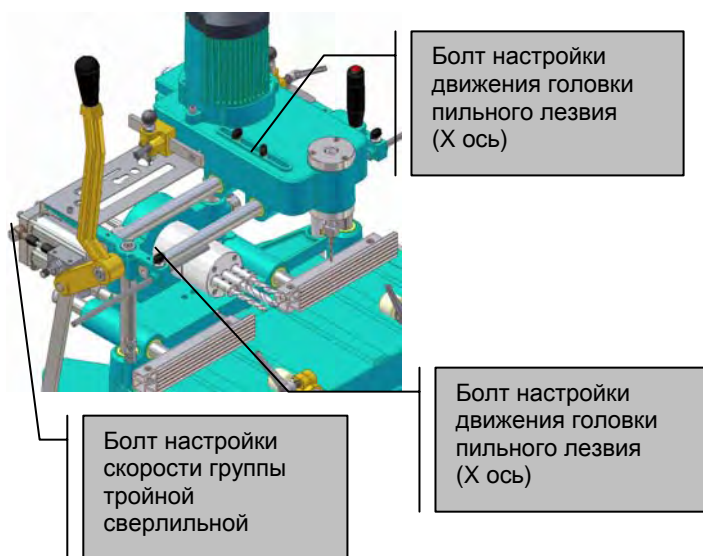

Рисунок 9
7.1.11. Движение сверлильного лезвия механизма FR 226 автоматическое. При нажатии кнопки запуска на панели управления группа тройной сверлильной головки обрабатывает зафиксированный профиль и возвращается в изначальную позицию ожидания. Чтобы настроить скорость сверления, используйте дроссельный клапан. (Рисунок 9)